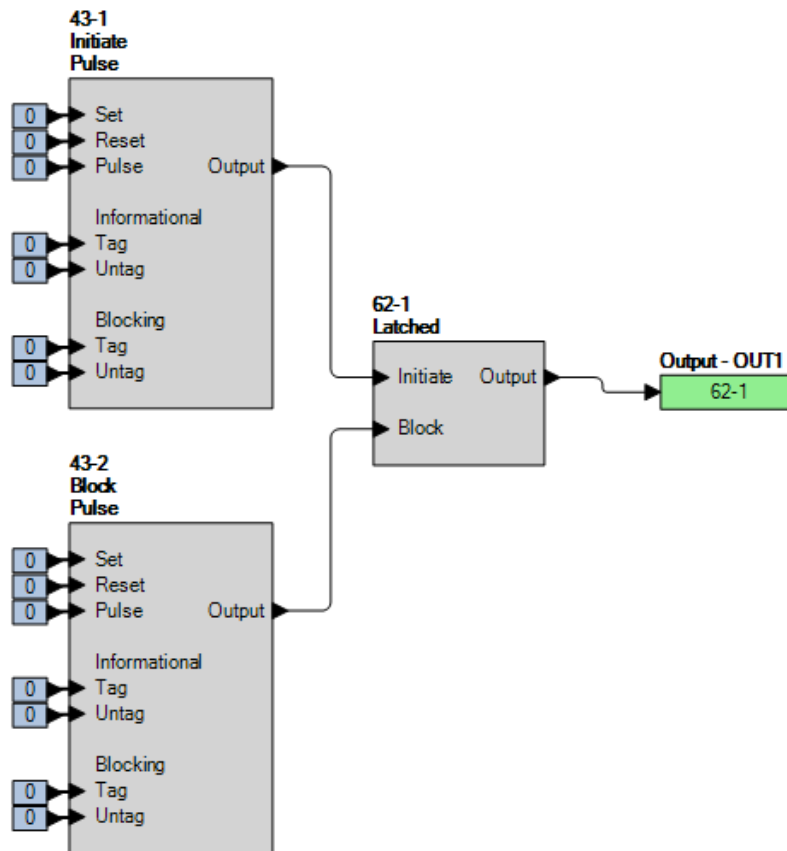

Figure 85-7. Paramètres BESTlogicPlus (mode Verrouillage)
Étape 2 : Utilisez *BESTCOMSPPlus* pour configurer la Logique programmable *BESTLogicPlus* illustrée dans la Figure 85-7.
Étape 3 : L'étape 5 permet de fournir une entrée de verrouillage à la minuterie 62-1 en faisant passer le commutateur 43-1 de l'état Désactivé (OFF) à l'état Activé (ON), puis à nouveau à l'état Désactivé à l'aide d'une impulsion. Ces commandes fournissent également une entrée de blocage (Block) lorsque le commutateur 43-2 est Activé (ON). Vous pouvez afficher les modifications d'état du commutateur 43-1 via l'écran Mesures > Contrôle > Commutateurs virtuels sur le panneau avant.